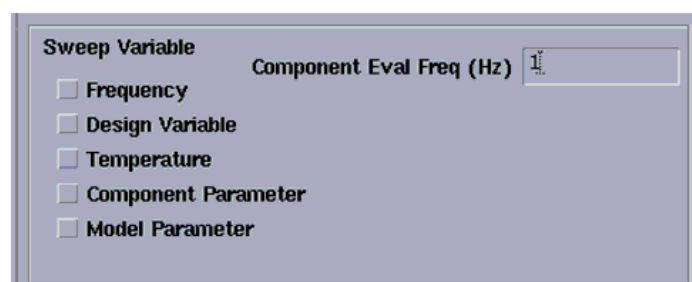

图 6.7 扫描变量设定
5. 如果希望将扫描变量和零极点分析结合起来，选择一个参数来扫描。可以选择的参数类型包括“Frequency”（频率），“Design Variable”（设计变量），“Temperature”（温度），“Component Parameter”（器件参数）和“Model Parameter”（模型参数），设定窗口如图 6.7 所示。